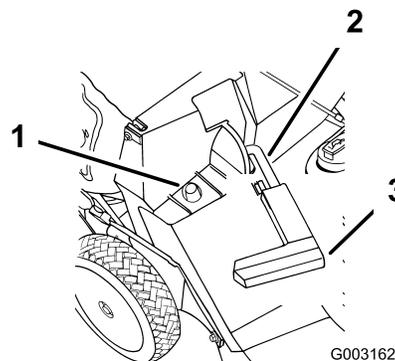

Figure 20
2. Vérifiez que la poignée du volet d'éjection est complètement abaissée vers l'avant et que l'ergot est bien engagé dans son logement (Figure 20).
3. Accrochez le cadre du bac par le trou sur l'ergot de retenue situé sur l'éjecteur (Figure 20).
2. Soulevez la poignée du volet d'éjection et poussez-la vers l'avant jusqu'à ce que l'ergot de verrouillage s'engage dans le logement (Figure 20).